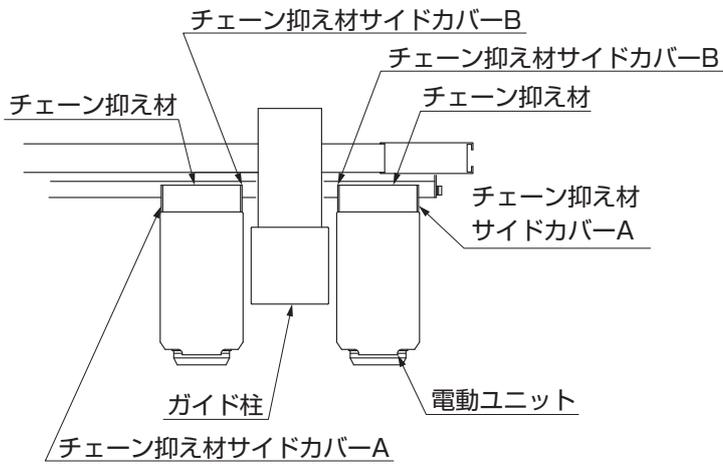
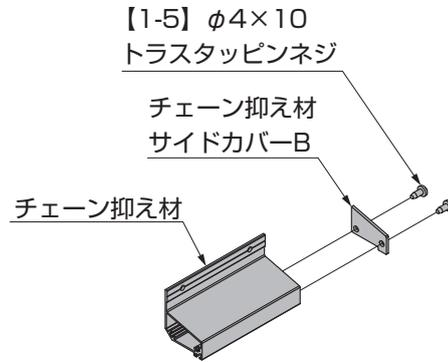

図6-1
図6-2
- ①方向を確認してチェーン抑え材にチェーン抑え材サイドカバー-Bを【1-5】で取付けてください。(図6-1、図6-2参照)